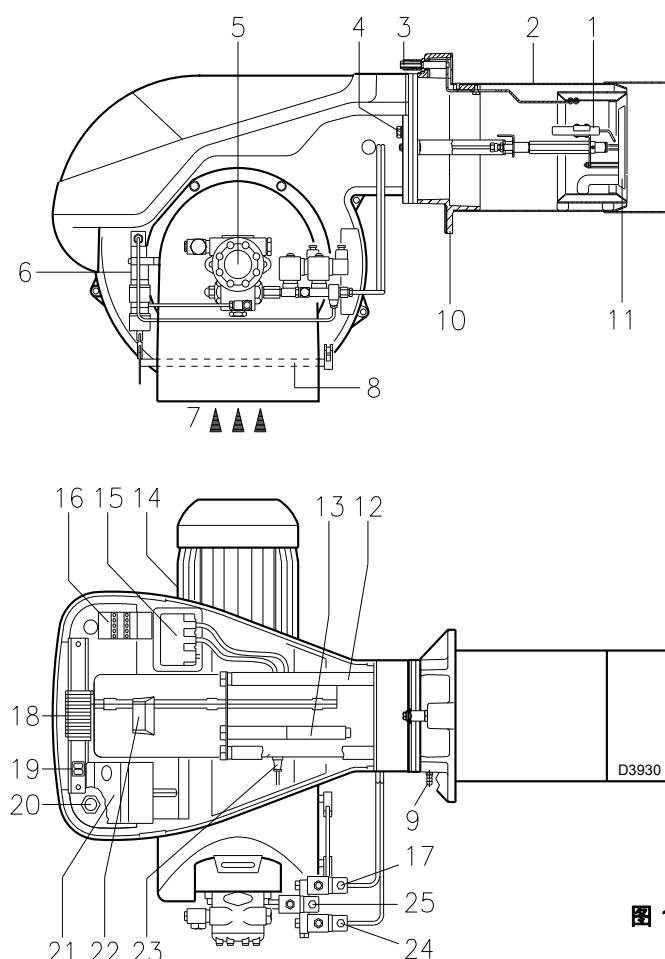

图 1
**控制盒锁定：**如果控制盒 21) 按钮 (图 1) (红色 LED 灯) 灯亮起，则表明燃烧器已被锁定。
**电机锁定：**按下热继电器按钮 17)(图 1) 以恢复供电。
- 4 - 滑杆 12( 图 1) 的加长杆 13( 图 1)